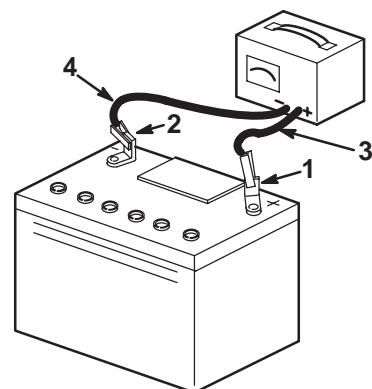

Bild 26
4. Ziehen Sie, wenn die Batterie voll geladen ist, den Stecker des Ladegeräts aus der Dose. Klemmen Sie dann die Klemmen des Ladegeräts von den Batteriepolen ab (Bild 26).